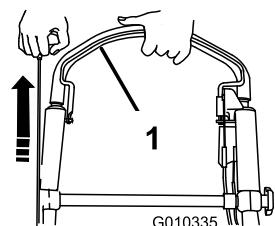

Bild 22
3. Drücken Sie den Schaltbügel zum Bügel und ziehen Sie am Rücklaufstarter (Bild 22).